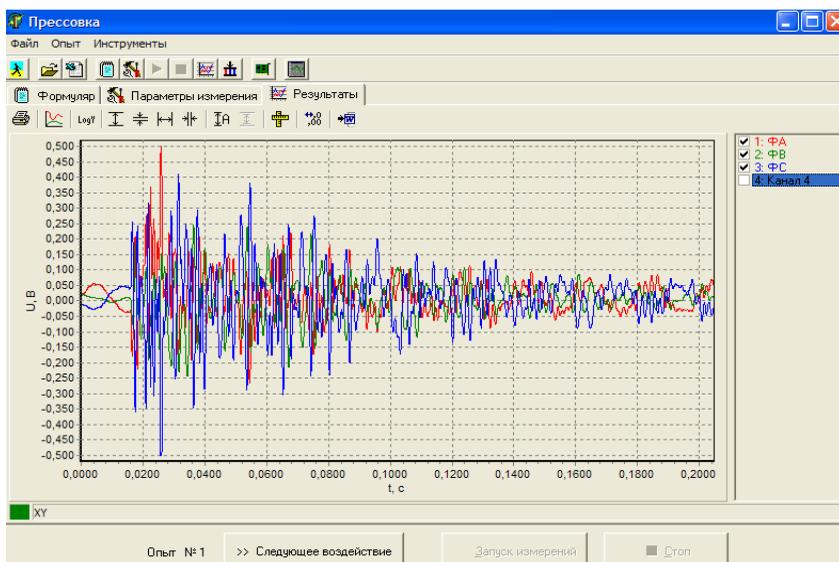

Рис. 6. Вывод результатов регистрации
2.3.4. По окончании регистрации сигналов результаты автоматически выводятся на диаграмму вкладки «Результаты» главного окна программы (Рис. 6).